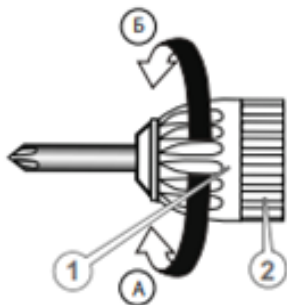

Рисунок 2. Встановлення кінцевого інструмента.
– щоб відкрити затискні кулачки патрона відповідно до діаметра хвостовика змінного кінцевого інструменту: утримуючи однією рукою корпус виробу, повернути другою рукою муфту (1, рис. 2) затискного патрона в напрямку стрілки (Б, рис. 2);
- повернути рукою муфту затискного патрона в напрямку стрілки (А, рис. 2) і надійно зафіксувати кінцевий інструмент в патроні;